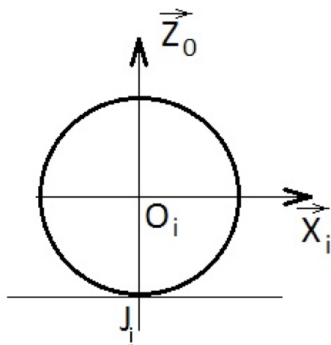

FIGURE 3 – Modélisation du contact roue/sol dans le plan médian de la roue
- Le point O_i : point du plan médian de la roue i appartenant à l'axe de rotation (cf figure 3).
- Chaque roue i est en mouvement de rotation par rapport au châssis (S) selon l'axe (O_i, \vec{Y}_i)